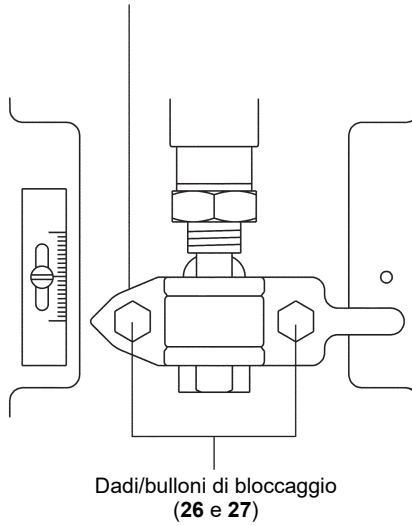

Fig. 4
- Applicare la pressione del segnale di comando, necessaria per portare lo stelo nella posizione di metà corsa (Fig. 4). Porre il castello dell'attuatore sopra lo stelo della valvola e posizionarlo sulla spalla del coperchio. Inserire e serrare il dado di montaggio della valvola.
- Rilasciare il segnale di controllo pneumatico. Montare nuovamente gli attacchi clamp anteriori e posteriori di fissaggio (**13** e **14**) come mostrato nella Fig. 4.